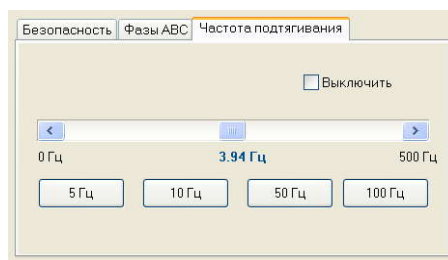

Рисунок 45 – Вкладка "Частота подтягивания"
- На вкладке **Ручная проверка ЛК**, в области **Тестирующее устройство** открыть вкладку **Частота подтягивания** (Рисунок 45).